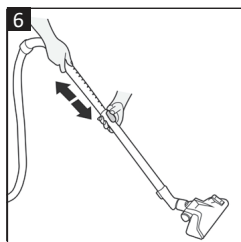

Fig. 6
- Glisați Butonul de eliberare a tubului telescopic (20) în direcția săgeții marcate pe buton și țineți-l în timp ce reglați tubul telescopic la lungimea dorită (**Fig. 6**).